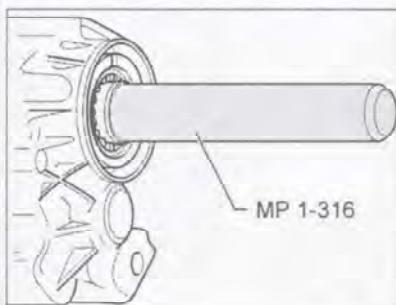

Рис. 7.225. Нагрев 2-ю внутреннюю обойму подшипника первичного вала до 100°C, напрессуйте ее на вал.
98. Нагрев 2-ю внутреннюю обойму подшипника первичного вала до 100°C, напрессуйте ее на вал (рис. 7.225).